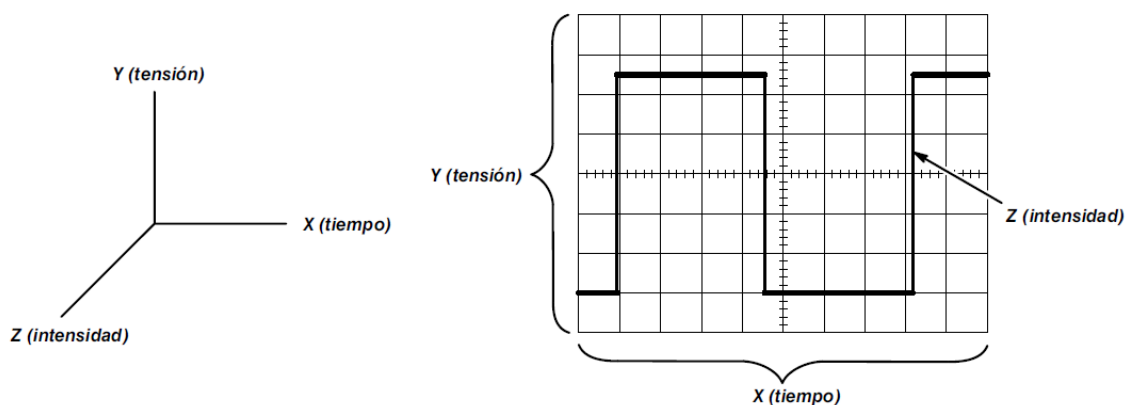

Figura 1.- Componentes X, Y y Z de una forma de onda en pantalla.
El osciloscopio es básicamente un dispositivo de presentación de gráficos (dibuja un gráfico de una señal eléctrica). En la mayoría de las aplicaciones, el gráfico muestra cómo cambia una señal a medida que transcurre el tiempo: el eje vertical (Y) representa la tensión eléctrica y el horizontal (X) representa el tiempo. La intensidad o luminosidad de la visualización a veces se llama eje Z (ver figura 1). Este gráfico sencillo puede decir mucho sobre una señal. Por ejemplo, a través del análisis de éste podemos determinar: